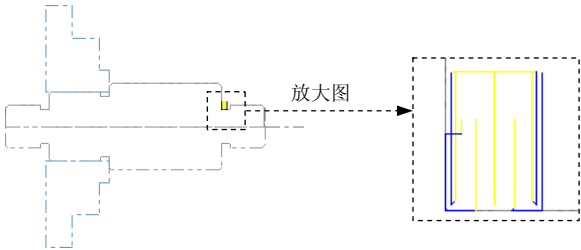

图 18.17 刀具路径
(5) 在“车床-径向粗车 属性”对话框中单击 **径向精车参数** 选项卡，切换到“径向精车参数”界面；单击 **进刀向量** 按钮，系统弹出“Lead In”对话框，在 **第一个路径引入** 选项卡的 **自动计算向量** 区域选中 ☒ **自动计算进刀向量** 复选框；单击 **第二个路径引入** 选项卡，在 **自动计算向量** 区域选中 ☒ **自动计算进刀向量** 复选框；单击“Lead In”对话框中的 **✓** 按钮，关闭“Lead In”对话框。
Step4. 在“车床-径向粗车 属性”对话框中单击 **✓** 按钮，完成加工参数的设置，此时系统将自动生成图 18.17 所示的刀具路径。